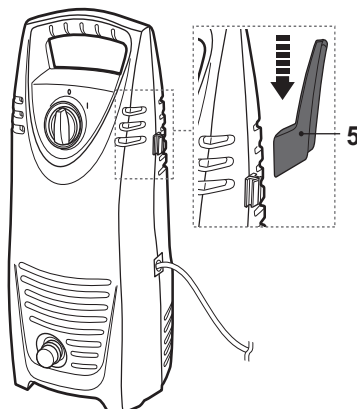

Fig. 1
- > Fixe o suporte da mangueira (5) ao aparelho (Fig. 1).